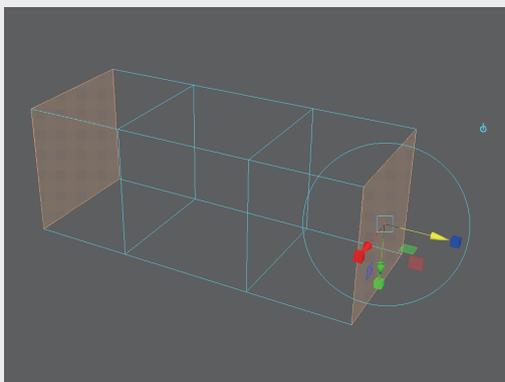

图3-46
**步骤2：**单击“建模工具包”中的“挤压”按钮, 如图3-46所示。